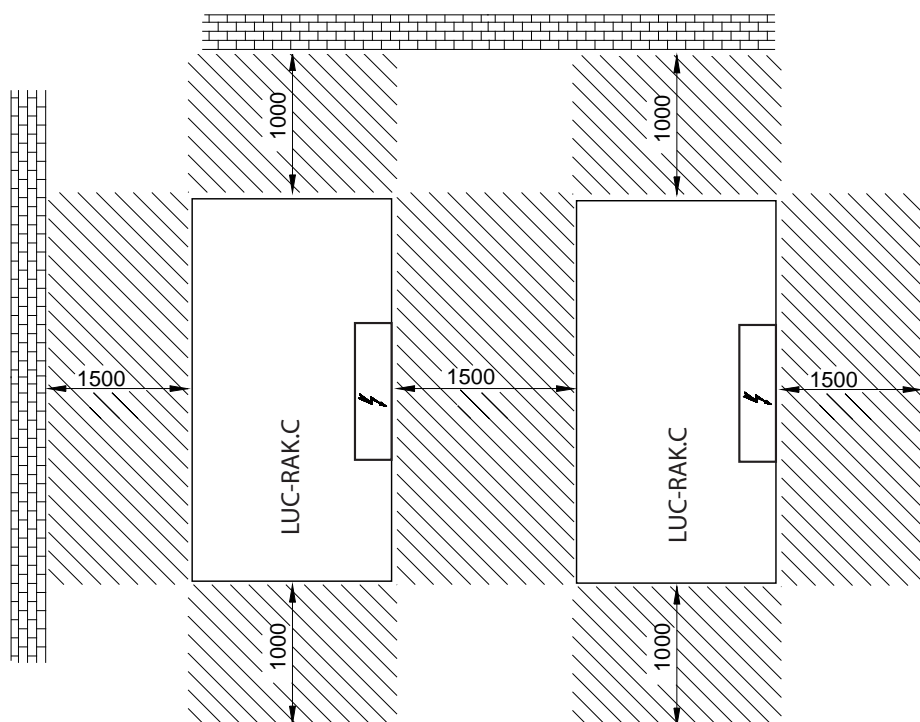

Рис. 5.1 Размещение чиллера LUC-RAK.C
При перемещении чиллера с помощью погрузчика необходимо предусмотреть защитный лист из картона либо полистирола (рис. 5.1, поз.А); вилы погрузчика должны выступать за габарит чиллера не менее чем на расстояние **В** равное не менее 100 мм.
1. Предусмотрите достаточное пространство вокруг чиллера для нормальной работы и технического обслуживания оборудования. Рекомендации по размещению чиллеров приведены на рис. 5.1.